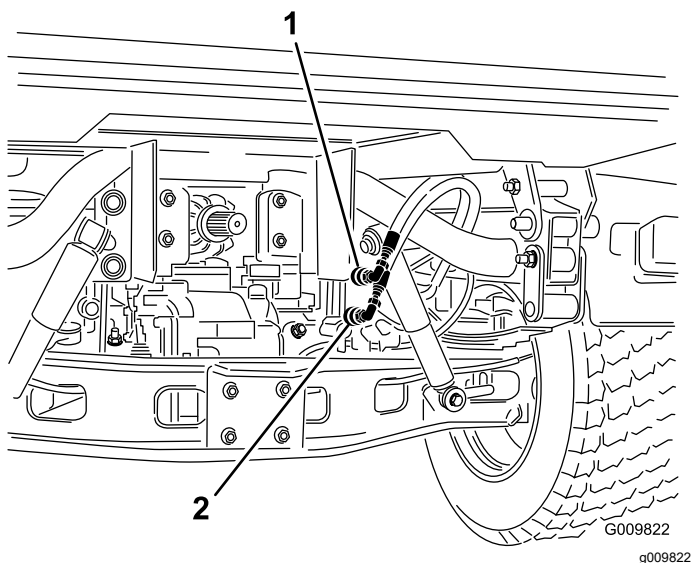

Figura 71
2. Scollegate i due tubi dei connettori rapidi dai tubi fissati alla relativa staffa, su entrambe le macchine (Figura 71).